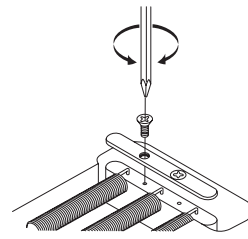

Fig.24
* The EDGE-PRO tremolo uses a block lock mechanism to fasten the tremolo springs to the block. Before you change the number of springs or the way in which they are installed, use a Philips (+) screwdriver to remove the block lock (Fig.24).
* Die Federn des Edge-Pro Tremolo werden durch eine Sicherungsleiste an ihrem Block gehalten. Entfernen Sie mit einem Kreuzschlitzschraubendreher die Schrauben der Leiste (Abbildung 24).
* Le vibrato EDGE-PRO est équipé d'un mécanisme de verrouillage du bloc assurant la fixation des ressorts au bloc. Avant de changer le nombre de ressorts ou la façon dont ces derniers sont installés, retirez le mécanisme de verrouillage du bloc à l'aide d'un tournevis cruciforme (Fig. 24).
* El trémolo EDGE-PRO utiliza un mecanismo de bloqueo del bloque para ajustar los muelles del trémolo en el bloque. Antes de cambiar el número de muelles o la forma en que éstos están instalados, utilice un destornillador Philips (+) para extraer el bloqueo del bloque (Fig.24).
* Il ponte tremolo EDGE-PRO utilizza una barra di bloccaggio delle molle per fissare le molle del tremolo al blocco ponte. Prima di cambiare il numero delle molle o il modo in cui esse sono montate, togliere la barra di bloccaggio (fig. 24) con un cacciavite a testa Philips (+).
* EDGE-PROトレモロにはトレモロスプリングをブロックに固定するブロック・ロック機構が採用されています。スプリングの取り付け方やスプリングの数を替える場合には、あらかじめ(+)ドライバーでブロック・ロックを取り外して下さい。(Fig.24)